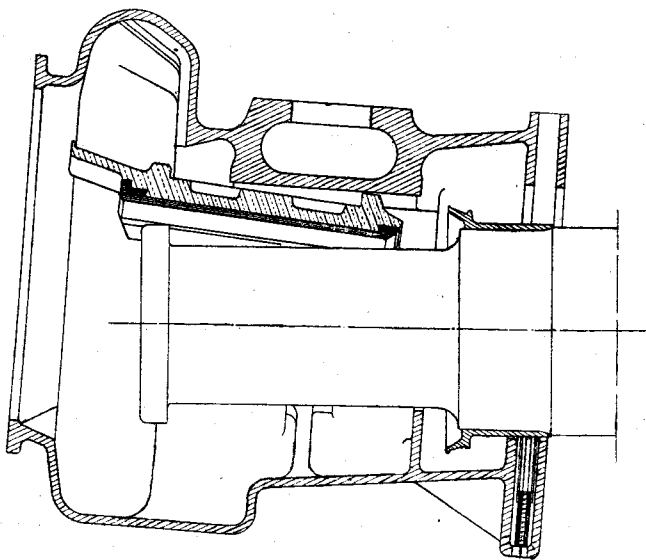

Fig. 6.
4. **Løft Akselkassen og skub Panden ind**, idet man lader den glide paa Sølen (Fig. 6).